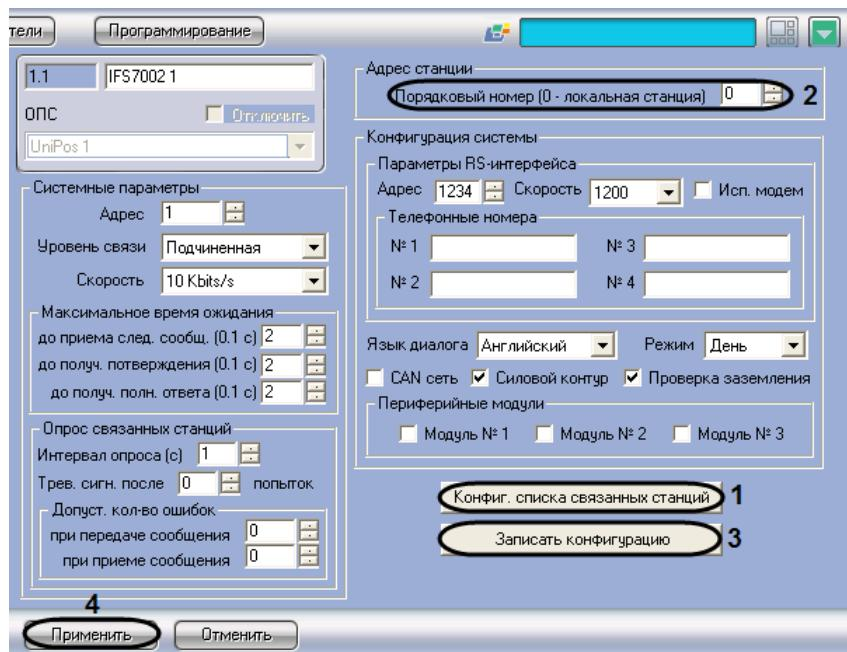

Рис. 3.3-5 Конфигурирование списка связанных станций
1. Перейти на панель настройки объекта **IFS7002** (Рис. 3.3-5).
2. Нажать кнопку **Конфиг. списка связанных станций** (см. Рис. 3.3-5, 1).
требуемое значение. В случае, если станция используется для соединения *ОПС Unipos* с Сервером *Интеллект*, следует ввести значение **0** (см. Рис. 3.3-5, **2**).
11. Для применения настроек на станции нажать кнопку **Записать конфигурацию** (см. Рис. 3.3-5, **3**)
12. Для сохранения настроек во внутренней базе данных ПК *Интеллект* нажать кнопку **Применить** (см. Рис. 3.3-5, **4**).